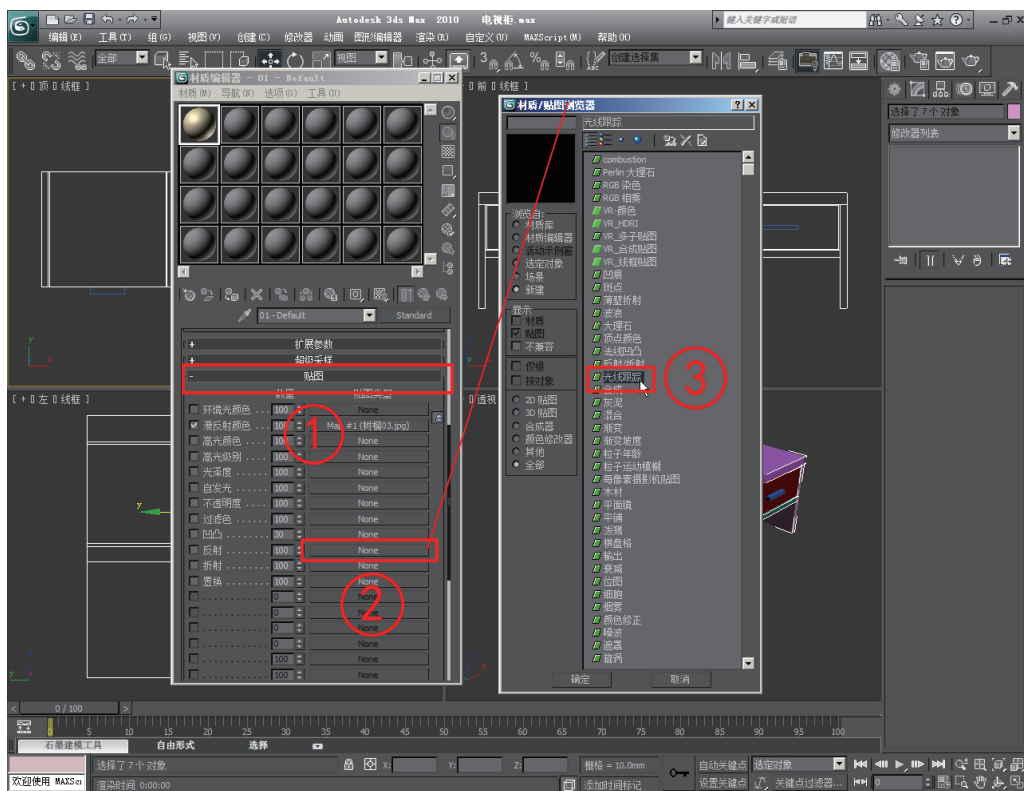

图2-37 光线跟踪
(6) 展开“贴图”卷展栏，单击“反射”复选框后面的按钮，在弹出的“材质/贴图浏览器”对话框中双击“光线跟踪”，如图2-37所示。反射贴图通道是用来模拟材质所具有的反射属性，一般来讲